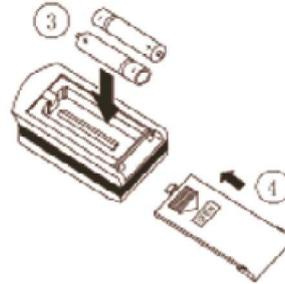

Imagen 8.2.
- 2) Extraiga las pilas usadas e inserte dos pilas alcalinas AAA (ver imagen 8.2.).